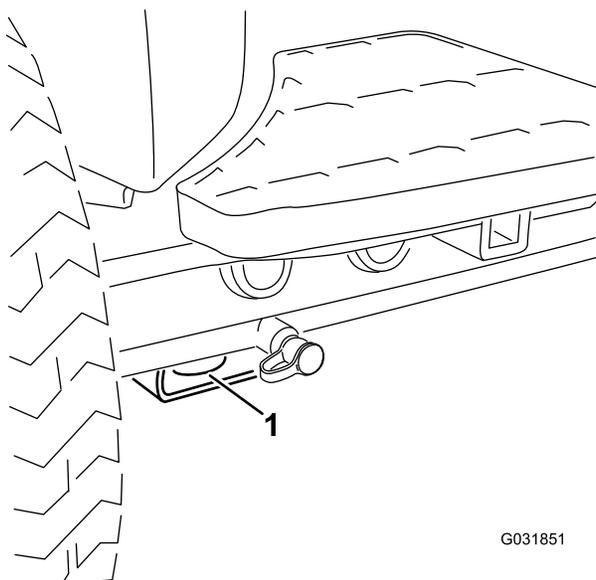

図 39
- 前各前輪の内側、アクスルチューブの下にある四角いパッド 図 39